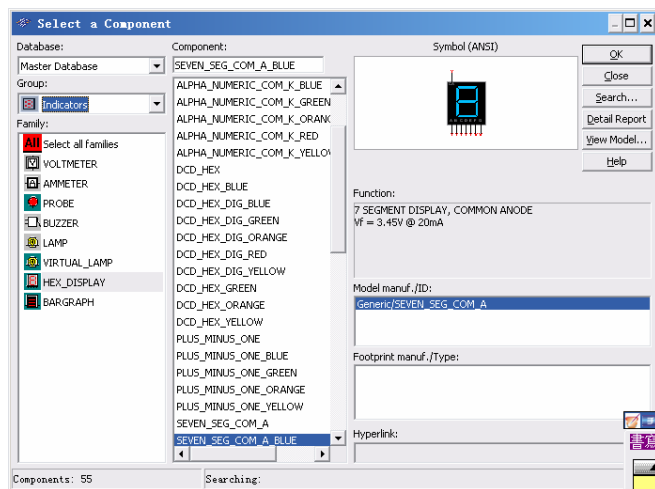

图 2-5 Indicators 组中包含的族及 HEX_DISPLAY 族中的 Component
2) Family 族: 在 Group 选择了 Indicators（指示器）以后，在 Family 族中罗列了在 Indicators 组中所有指示器，选择这个名为 HEX_DISPLAY 族并单击鼠标，如图 2-5 所示。
3) Component 元器件型号: 每一个指示器族中又有各种 Component 型号。各种 Component 型号则在中间的 Component 列表框中罗列。在本例中需要 7 段数码管，选择其中的 SEVEN_SEG_COM_A_BLUE 一种即可，详见图 2-5 的中间框中深色部分。